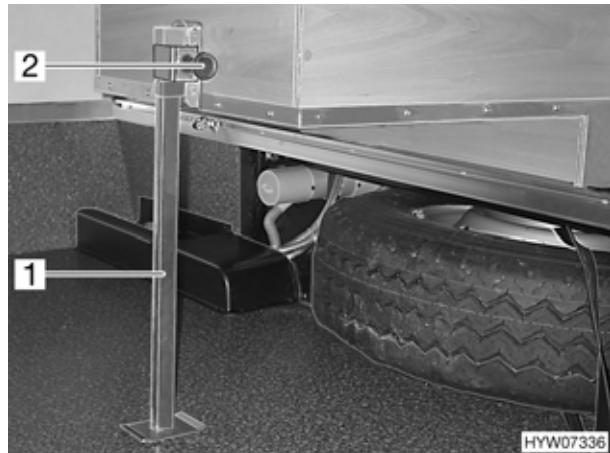

Fig. 208 Puntello nel gavone di coda
Nei modelli B 674 e B 774 è montato un puntello di metallo (Fig. 208,1) nel gavone di coda. Prima di estrarre la ruota di scorta il puntello deve essere spostato verso l'alto.
- Svitare la vite a testa cilindrica zigrinata (Fig. 208,2).
- Spingere il puntello (Fig. 208,1) verso l'alto.